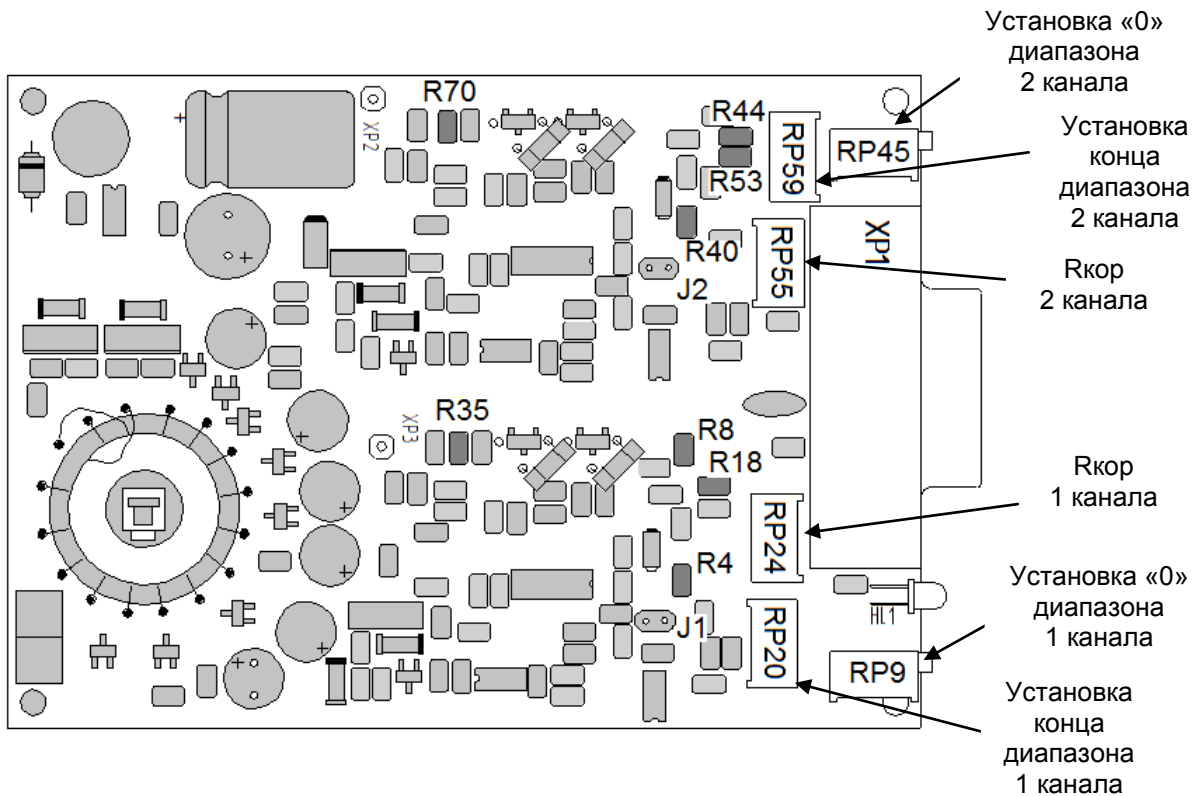

Рисунок 4.2 - Схема расположения органов регулирования и элементов перестройки БПО-42
4.2.4 Для изменения настроек БПО-42 на другие входные/выходные сигналы используйте рисунок 4.2 и таблицы 4.1, 4.2, 4.3.